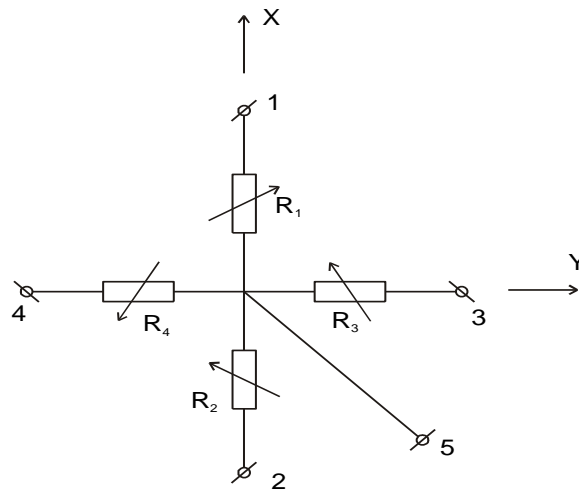

Рисунок 1. Эквивалентная электрическая цепь первичного преобразователя
1.4.2 При наклоне первичного преобразователя за счёт действия силы тяжести центральный подвижный электрод изменяет своё положение относительно боковых электродов, что приводит к изменению электрических сопротивлений, заполненных электролитом межэлектродных полостей (рис. 1). Эти изменения электрических сопротивлений преобразуются электронным блоком в выходные электрические сигналы измерителя, передаваемые по радиоканалу по протоколу LoRaWAN на базовую станцию.